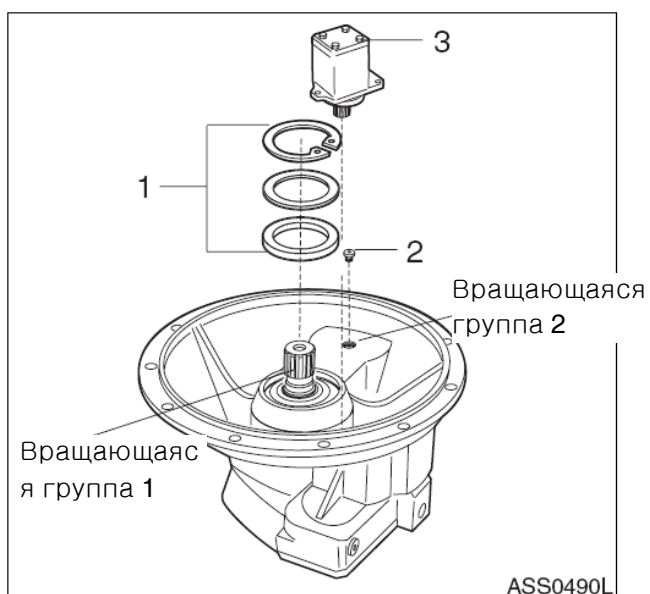

Рис. 50
4. Заметьте положение при разборке (1, 2 и 3, рис. 50).